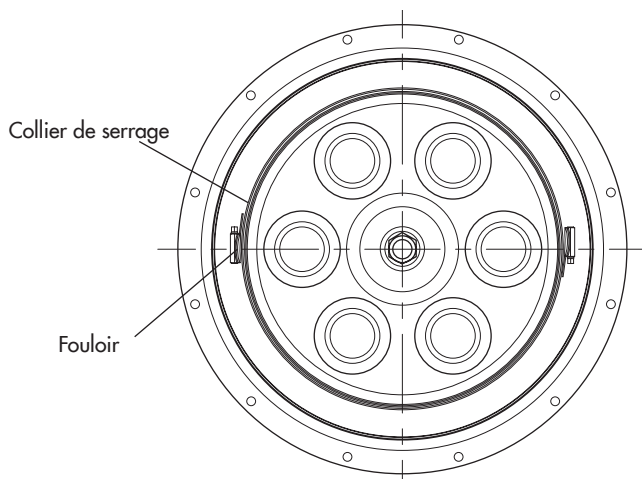

Fig. 10 : Alignement des fermetures des colliers de serrage
9. Ouvrir complètement deux colliers de serrage (A6) neufs et les assembler en un seul collier de serrage (cf. Fig. 10).
12. Placer les fouloirs (A19) sous les fermetures des colliers de serrage et les ajuster (cf. Fig. 10).
10. Ouvrir entièrement deux colliers de serrage (A6) neufs et les assembler en un seul collier de serrage (cf. Fig. 10).
13. Placer les fouloirs (A19) sous les fermetures des colliers de serrage et les ajuster (cf. Fig. 10).